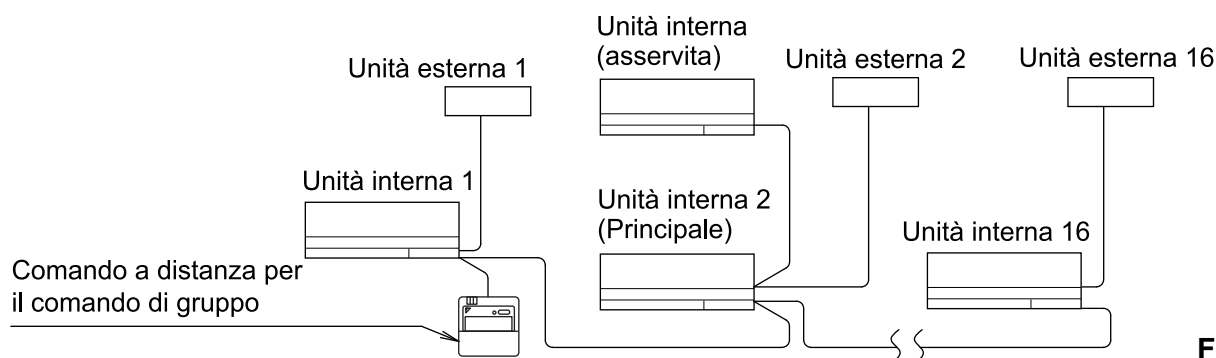

Fig. 27
- Se si utilizza l'apparecchiatura come unità accoppiata o unità principale per il funzionamento simultaneo di più unità, si può comandare simultaneamente (in gruppo) l'accensione/lo spegnimento di 16 unità max. con il comando a distanza. **(Fare riferimento alla Fig. 27)**